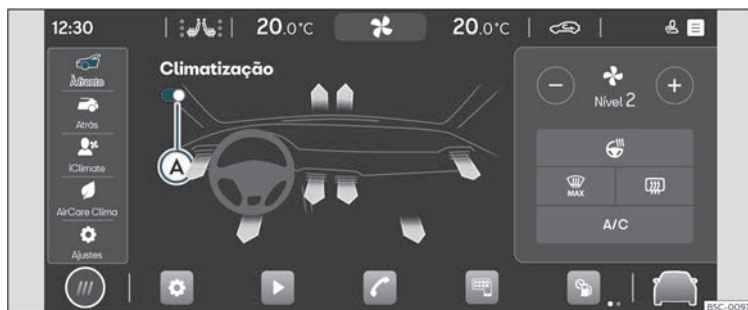

Fig. 128 Esquema: Menu climatização.
Ligar/desligar o Climatronic»» Fig. 128 (A).